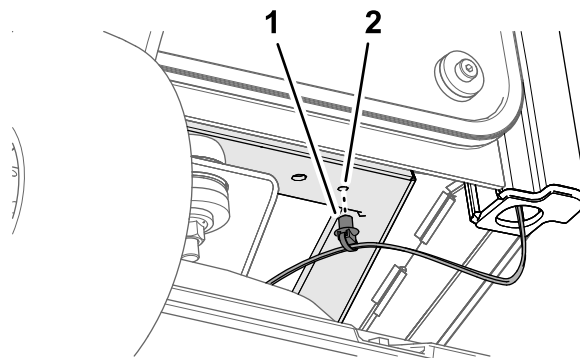

**Figura 24**
- Máquinas Groundmaster Serie 4010 y 4110: sujete la rama del faro del arnés de la plataforma al tubo transversal con una brida, como se muestra en Figura 24.